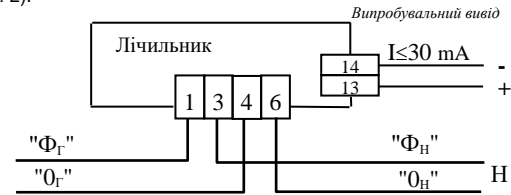

Рисунок 2 - Схема підключення лічильника
**5.3** Порядок встановлення. Лічильник необхідно встановлювати в місцях з умовами за п.1.5. Підключення лічильника проводити у відповідності із схемою, зображеною на кришці колодки затискачів (відповідає схемі на рис. 2).